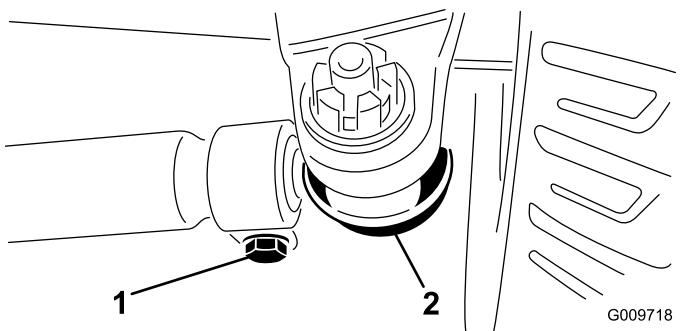

Рисунок 101
3. Для регулировки схождения снимите шплинт и гайку с любой шаровой опоры поперечной тяги (Рисунок 101). |
| 3. Для регулировки схождения снимите шплинт и гайку с любой шаровой опоры поперечной тяги (Рисунок 101). |
- Ослабьте зажимы на обоих концах поперечных тяг (Рисунок 101).